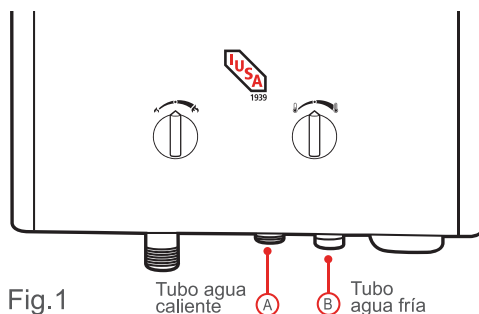

Fig.1
- B) Identificar el tubo de agua caliente (A) y tubo de agua fría (B), para evitar cualquier conexión equivocada. (Fig. 1)